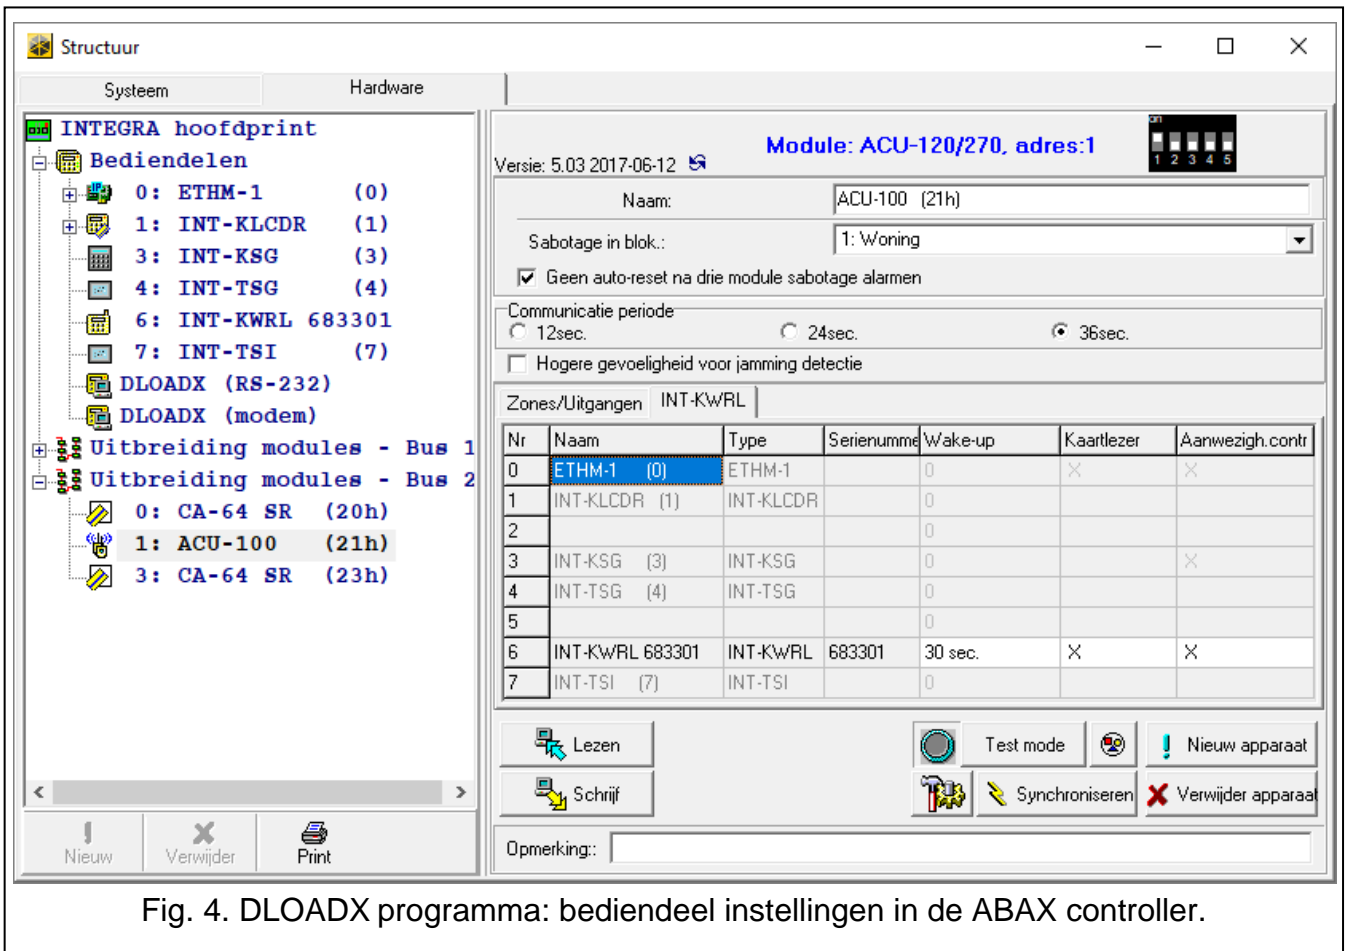

Fig. 4. DLOADX programma: bediendeel instellingen in de ABAX controller.
U kunt draadloze bediendelen toevoegen via het “Structuur” scherm, “Hardware” tabblad en te klikken op de naam van de ABAX controller in de lijst, klik daarna op het “INT-WRL” tabblad (zie: Fig. 4 p. 7).
U kunt draadloze bediendelen verwijderen via het “Structuur” scherm, “Hardware” tabblad en te klikken op de naam van de ABAX controller in de lijst, klik daarna op het “INT-WRL” tabblad (zie: Fig. 4 p. 7).
- DLOADX programma: →“Structuur” scherm →“Hardware” tabblad →“Uitbreiding modules” →[controller naam] →“INT-KWRL” tabblad (zie Fig. 4),